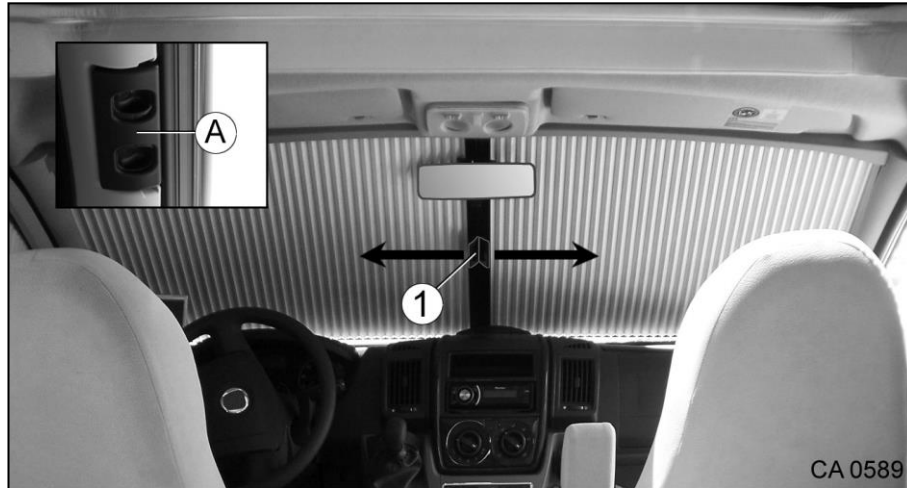

Fig. 87 Store occultant plissé de pare-brise
1. Guider le store occultant avec la poignée (Fig. 87/1) en direction de la flèche (←/→) jusqu'à ce que la poignée encliquette.
1. Avec les deux doigts, saisir dans les creux de la poignée (Fig. 87/A) et appuyer sur les verrouillages.
2. Guider le store occultant avec la poignée (Fig. 87/1) en direction de la flèche (←/→) et le fermer.